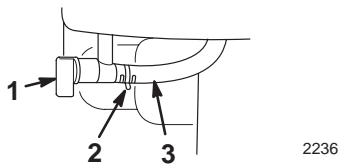

Figure 15
- **Robinet d'essence** (Fig. 15) – Fermez le robinet en le tournant dans le sens horaire et ouvrez-le en le tournant dans le sens anti-horaire. Fermez le robinet lorsque vous n'utilisez pas la déneigeuse.
4. Ouvrez le robinet d'essence situé au-dessous du réservoir de carburant (Fig. 15).
6. Fermez le robinet d'essence (Fig. 15).